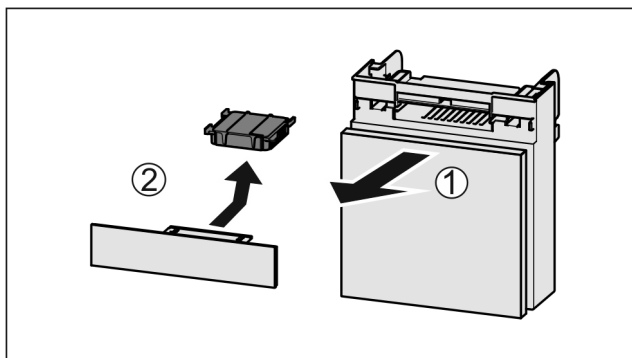

Fig. 150
- ▶ Zásuvku vytáhněte dopředu Fig. 150 (1).
- ▶ Filtr s aktivním uhlím vyjměte Fig. 150 (2).